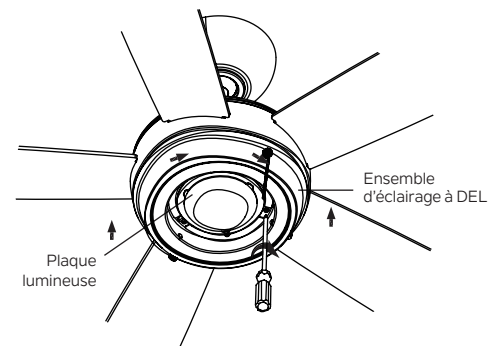

Fig. 20
Étape 3. Assemblez l'assemblage du kit d'éclairage LED à la plaque lumineuse à l'aide des deux fentes de clé dans l'ensemble du kit d'éclairage. Remplacez la vis précédemment retirée et serrez fermement les trois vis. (Fig. 20)